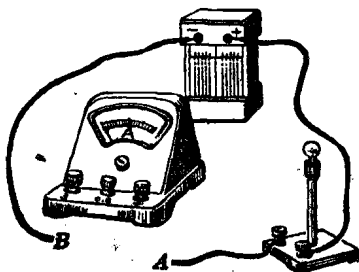

图 74
(1) 在 1 分钟內有 18 庫仑的电量通过手电筒的小灯泡, 求小灯泡中的电流强度。
(2) 一盏电灯的电流强度是 0.5 安培, 1 小时內通过它的电量是多少?
(3) 在图 74 里, 要用安培計量度小灯泡中的电流强度, 估計电流强度大約是 0.8 安培左右, 那么电路的两头 A、B 各应当接在安培計的哪个接綫柱上?